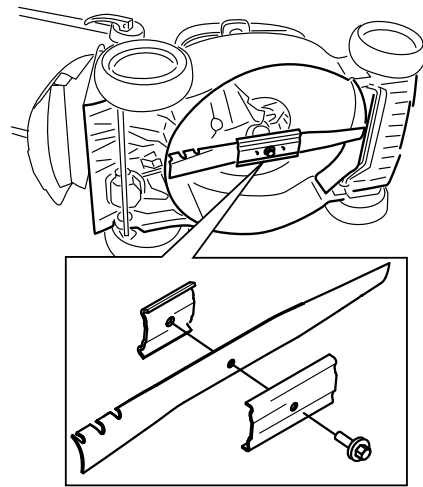

Figura 31
2. Inclinate il tosaerba sul fianco, con il filtro dell'aria in alto (Figura 31).